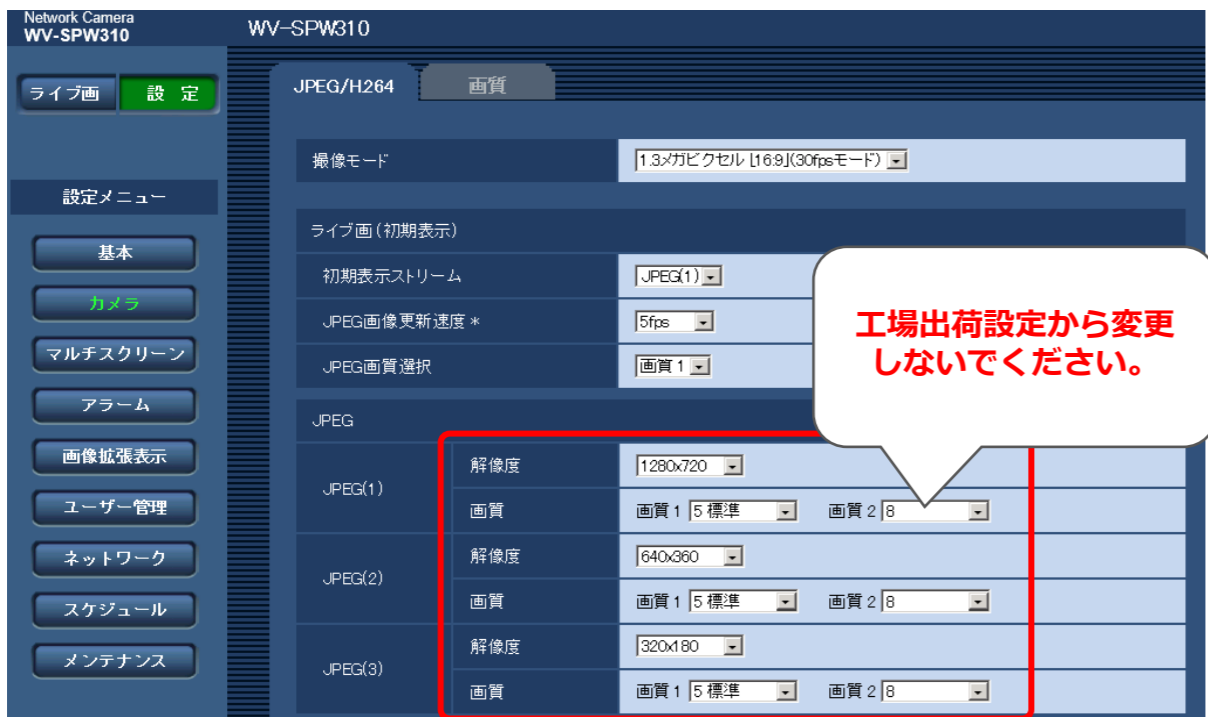

図5 JPEG 解像度設定
- (2) カメラメニュー内のJPEGの解像度を工場出荷状態から変更しないでください。(図5)